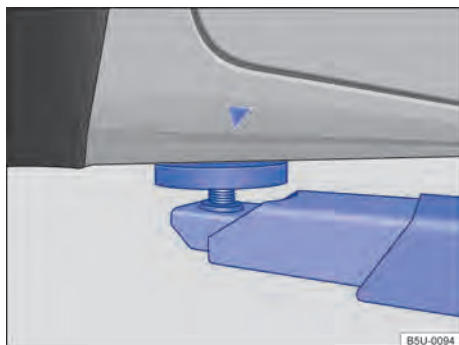
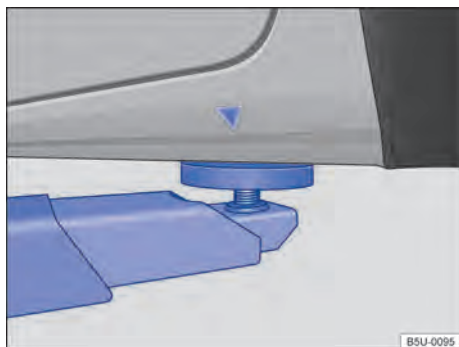

Fig. 173 Puntos de apoyo delanteros para la suspensión con plataforma elevadora o con gato.
Fig. 174 Puntos de apoyo traseros para la suspensión con plataforma elevadora o con gato.
El vehículo debe ser suspendido solamente por los puntos indicados en las figuras → fig. 173 y → fig. 174. Si el vehículo no está suspendido por los puntos indicados, pueden ocurrir daños en el vehículo → ⓘ y lesiones graves → ⚠.
- Suspender el vehículo solamente por los puntos indicados en las figuras → fig. 173 y → fig. 174. Si el vehículo no es suspendido por los puntos indicados, puede caer de la plataforma elevadora cuando, por ejemplo, se desmonta el motor o la suspensión.